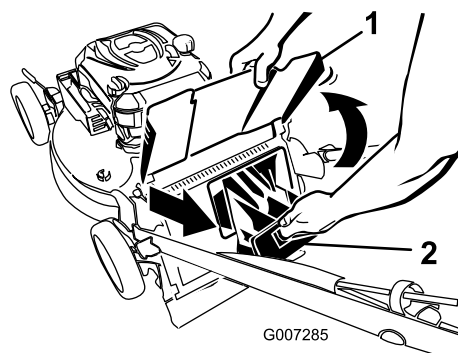

Figure 21
2. Soulevez le déflecteur d'éjection et gardez-le dans cette position (Figure 21).
3. Retirez l'obturateur d'éjection arrière (Figure 21).
2. Retirez l'obturateur d'éjection arrière (Figure 21).